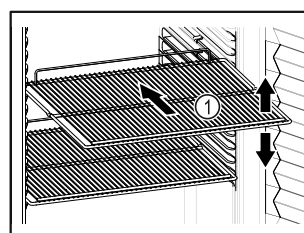

Fig. 88 Exempel
- Om gallren *Fig. 88 (1)* kan flyttas om ska de anpassas på höjden.